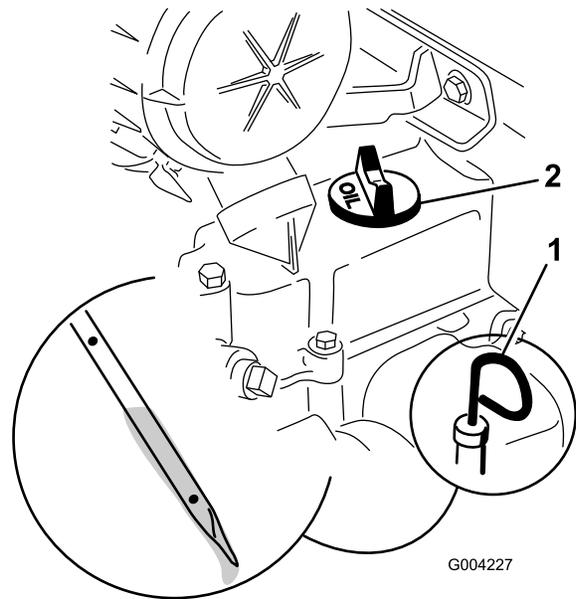

Bild 17
4. Reinigen Sie den Bereich um den Ölpeilstab (Bild 17).
5. Ziehen Sie den Peilstab heraus und wischen Sie das Metallende ab (Bild 17).
6. Schrauben Sie den Ölpeilstab vollständig in das Peilstabrohr (Bild 17).
8. Wenn der Ölstand niedrig ist (unter dem unteren Loch), reinigen Sie den Bereich um den Ölfülldeckel und nehmen den Deckel ab (Bild 17).